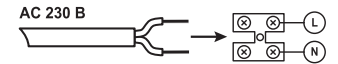

Рис. 1
- Присоедините подготовленные концы проводов к проводам светильника L, N, способом допустимым «Правилами устройства электро-установок» (Рис. 1).